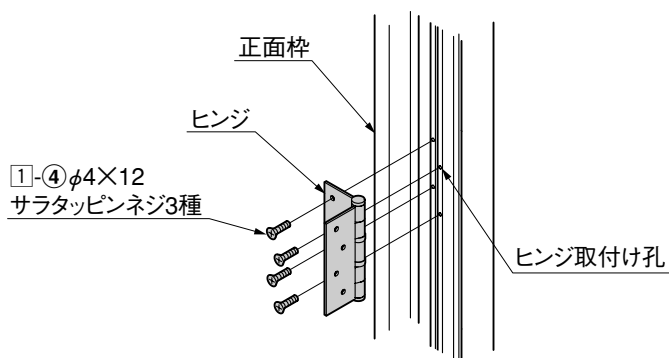

図7-1
- ① ヒンジを正面枠のヒンジ取付け孔に手回しドライバーを使って①-④で取付けてください。(図7-1参照)